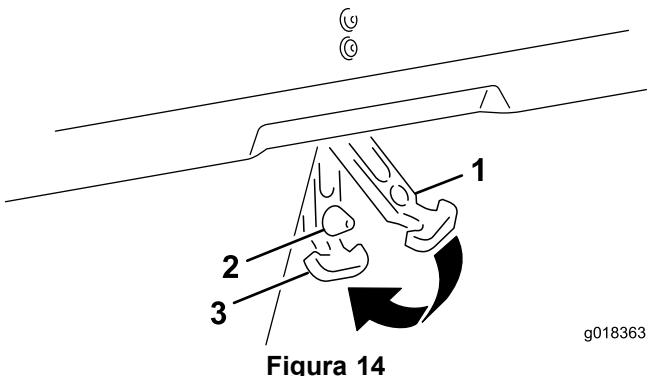

Figura 14
- Alinee el orificio del cierre de goma con la varilla de la tapa (Figura 14).
- Empuje el cierre de la tapa sobre el extremo de la varilla, según se muestra en Figura 14.